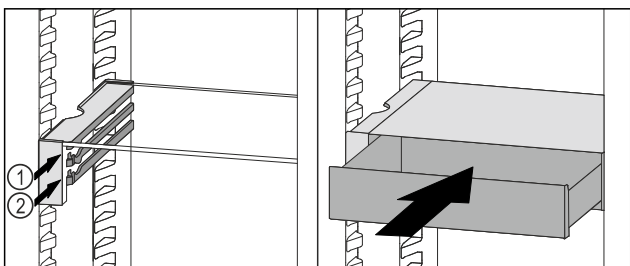

Fig. 80
- ▶ Поставете чекмеджето на VarioSafe зад ограничителите върху желаното ребро Fig. 80 (1) или Fig. 80 (2).